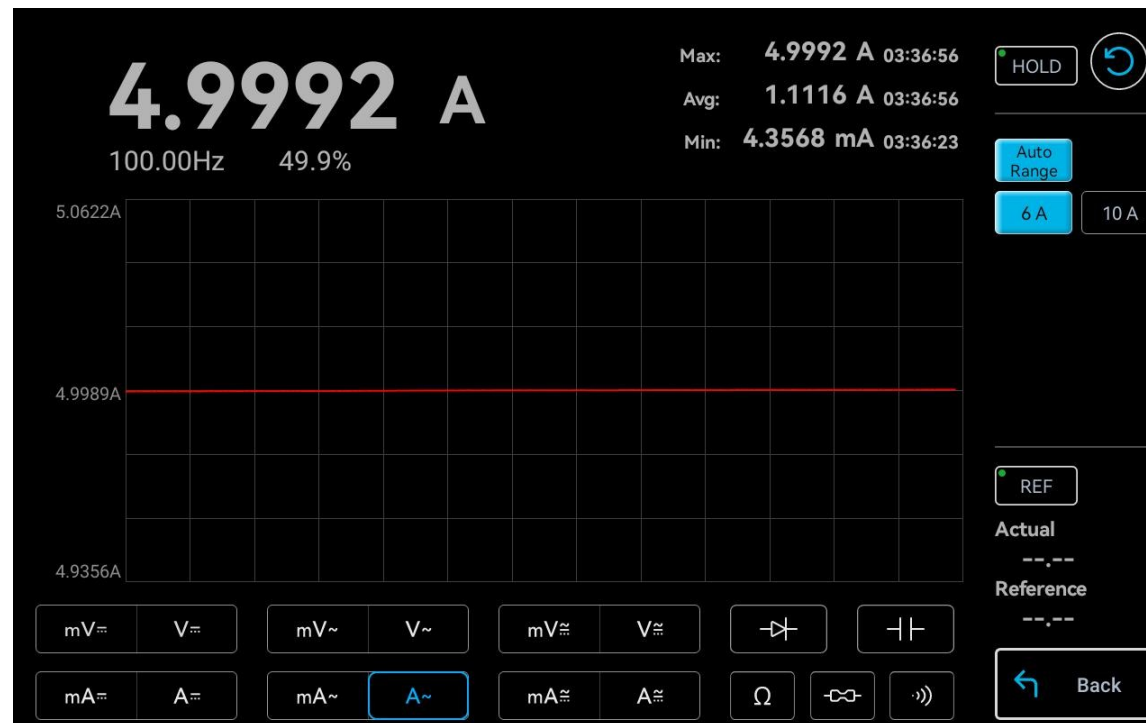

Abbildung 8-10 Wechselstrommessung (A)
Messschritte: Wählen Sie die Wechselstrommessung (A) im Auswahlbereich für Messgrößen „**A~**“ aus und aktivieren Sie sie, wie in Abbildung 8-10 dargestellt.